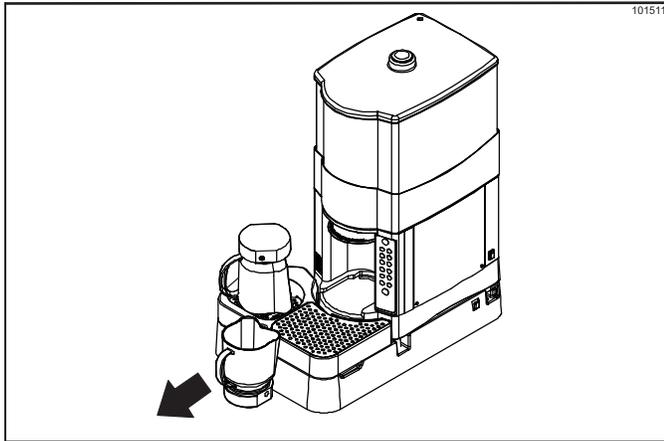

Figura 6-4
2. Retire las jarras de la mezcladora. Deseche cualquier resto de producto en el fregadero posterior. Lleve las jarras al fregadero para limpiarlas. (Véase la figura 6-4).